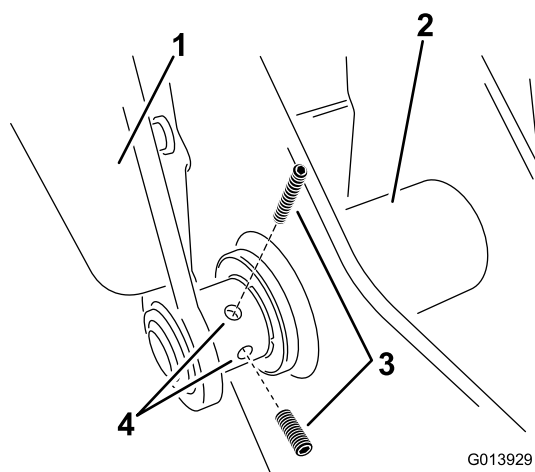

Figura 6
15. Instale 2 tornillos de fijación en el brazo izquierdo, en el punto de giro inferior (Figura 6).